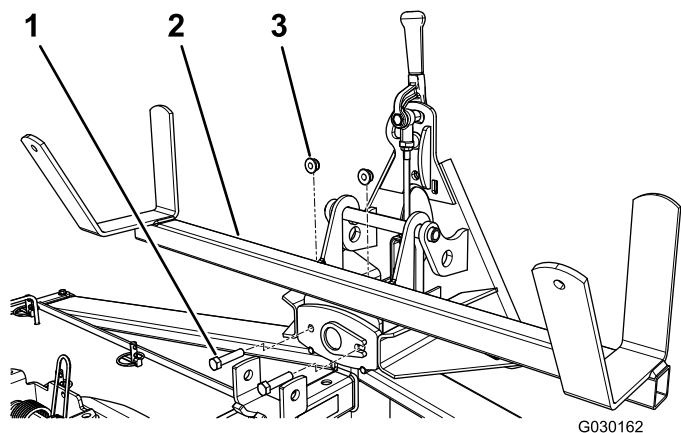

図 2
2. 図 2 のように、アダプタアセンブリにクレードルを取り付け、ボルト $3/8 \times 1-1/2$ インチ 2本とフランジナット $3/8$ インチ 2個で固定する。